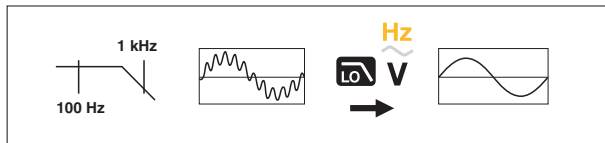

Figure 5. Filtre passe-bas
Les mesures CA reposent sur un filtre passe-bas CA (LO). Ce filtre bloque les tensions indésirables au-dessus de 1 kHz. Voir la Figure 5. Les tensions de fréquence inférieure sont transmises avec une précision réduite pour les mesures en dessous de 1 kHz. Le filtre passe-bas améliore les performances de mesure sur les signaux sinusoïdaux composites qui sont normalement générés par les onduleurs et les variateurs de vitesse à fréquence variable.